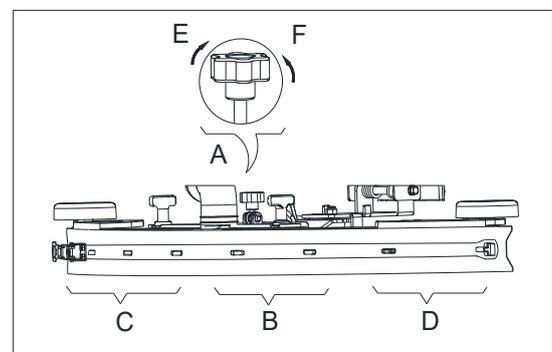

Abbildung 5
3. Stellen Sie die Rake über den Rake-Einstellgriff (A, Abbildung 5) ein.
- a) Bei einer Lücke zwischen dem Boden und dem des Heckrakerblatts (B) wird der Knopf (A) gegen den Uhrzeigersinn in Richtung (F) gestellt, bis das gesamte Heckrakerblatt guten Bodenkontakt aufweist und das vordere Blatt den Boden leicht berührt.
- b) Bei einer Lücke zwischen dem Boden und beiden Blattenden (C und D) wird der Knopf (A) im Uhrzeigersinn in Richtung (E) gestellt, bis beide Heckrakerblattenden guten Bodenkontakt aufweisen und das vordere Blatt den Boden leicht berührt.